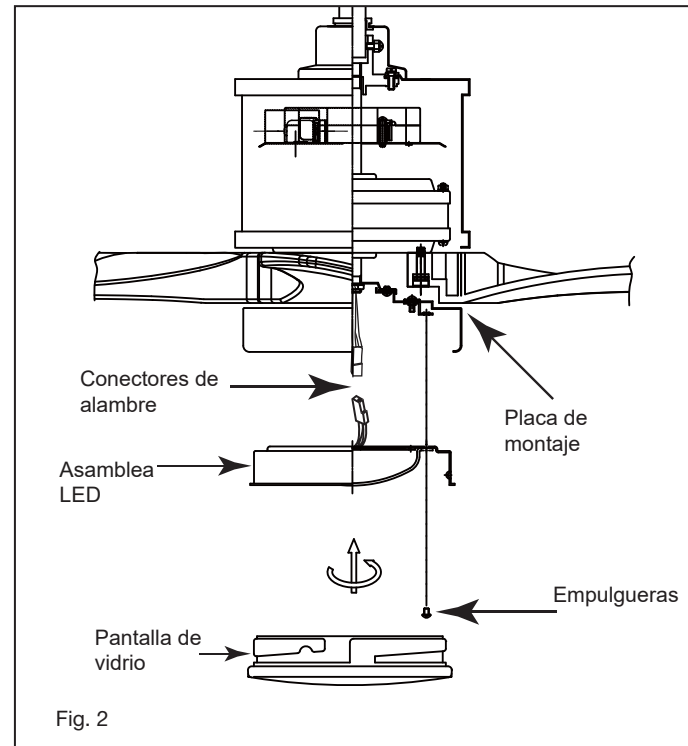

Fig. 2
- 4 Retire uno de los tres tornillos de la placa de montaje ubicada en el motor del ventilador. Afloje los otros 2 tornillos. (No quitar) (Fig. 2)
- 5 Mientras sostiene el conjunto de LED debajo de su ventilador, realice las conexiones de enchufe polarizado: (Fig. 2)